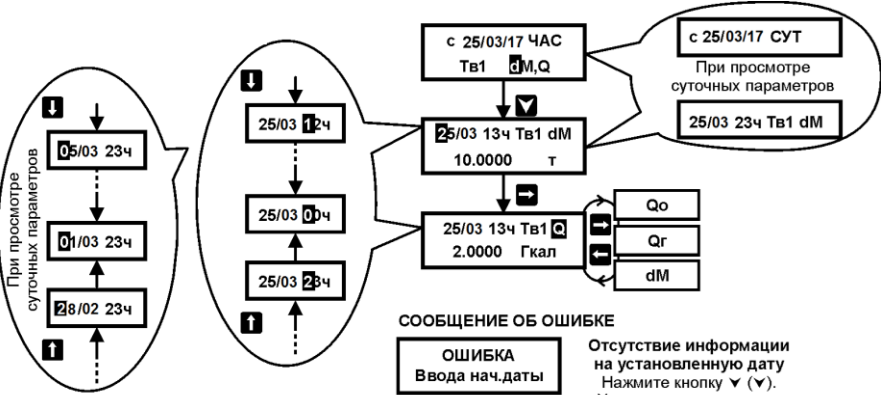
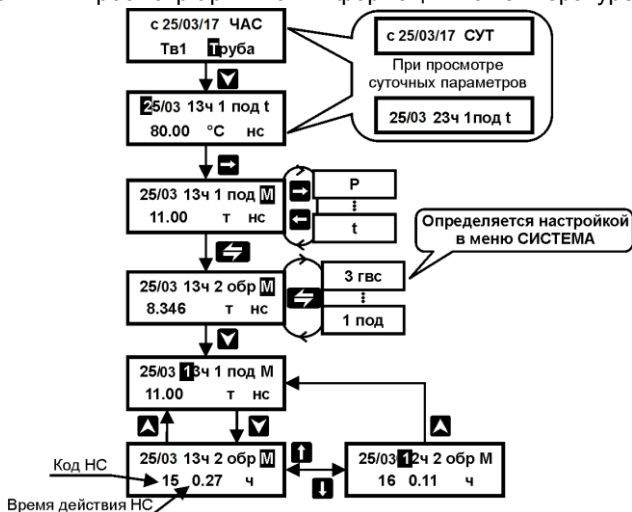

Рисунок 20 – Просмотр архивной информации по тепловому вводу
Рисунок 23 – Просмотр архивной информации по кодам и времени действия НС
При необходимости коды и время их действия за интервал усреднения могут быть просмотрены пользователем прибора. Просмотр информации по НС возможен только по каждому трубопроводу отдельно (см. рисунок 23).
Суточный архив содержит дополнительную информацию о количестве часов в конкретных сутках, когда прибором производились вычисления параметров теплоносителя и тепловой энергии (см. рисунок 20). Количество часов может быть не равно 24 (23 по дисплею) в случае работы прибора неполные сутки (дата сброса и текущие сутки).
3. Войдя нажатием кнопки  в меню 3–его уровня (рисунок 20, 21 или 22), последовательным нажатием кнопок , ,  () и  при необходимости (рисунок 23) просмотреть требуемую информацию;